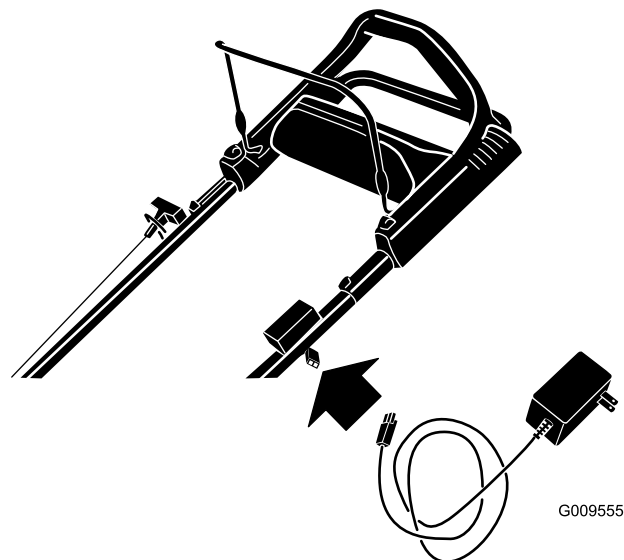

Рисунок 26
1. Подсоедините зарядное устройство к жгуту проводки, расположенному под ключом зажигания (Рисунок 26).